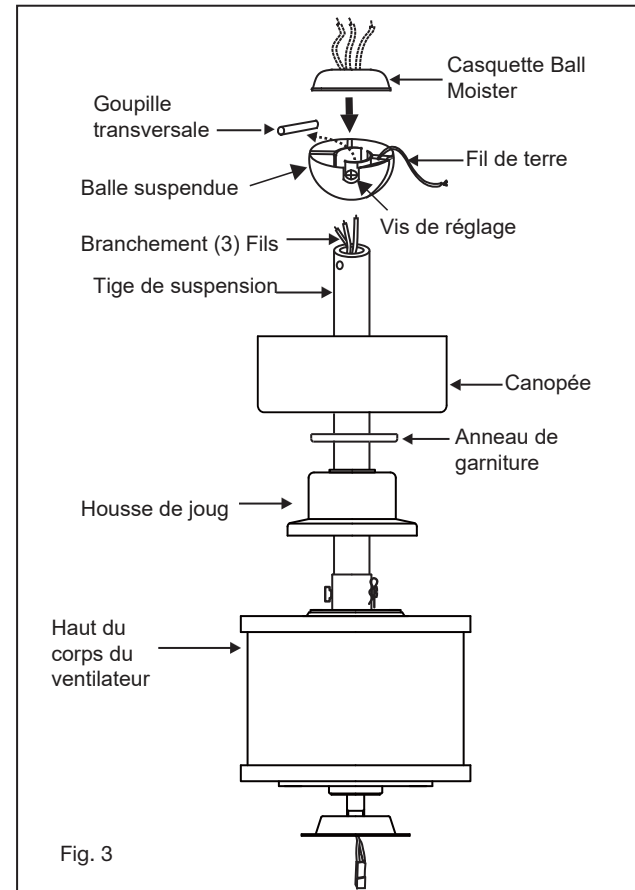

Fig. 3
- 6 Glissez le couvercle de l'étrier, l'anneau de garniture et la verrière sur la tige de suspension. (Fig.3)
- 8 Faites passer les fils à travers les trous du capuchon d'humidité de la bille en caoutchouc et faites glisser le capuchon sur le dessus de la bille. (Fig.3)
Un flux d'air VERS LE BAS crée un effet de refroidissement comme illustré à la figure 3. Cela vous permet de régler votre climatiseur sur un réglage plus chaud sans affecter votre confort.